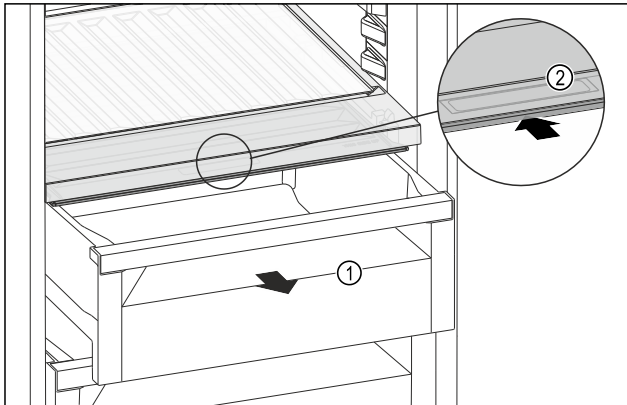

Fig. 194
- Tërhiqni jashtë sirtarin Fig. 194 (1).
- Kapni dorezën e futur Fig. 194 (2) në kapakun e ndarjes dhe në të njëjtën kohë shtyni për prapa kapakun e ndarjes.